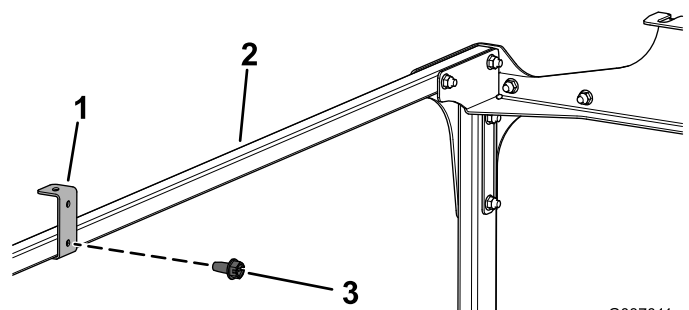

Рисунок 12
13. Установите два опорных кронштейна крыши на поперечные трубки с помощью двух самонарезающих винтов (¼ x ½ дюйма), как показано на Рисунок 12.